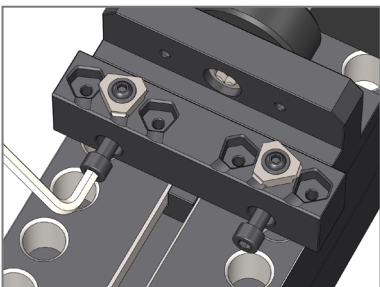

Abb. 4
1. Backen Makro-4 Grip montieren. Platzieren und anschrauben (Abb. 4). Dabei die Lage der Passscheibe im Auge behalten.